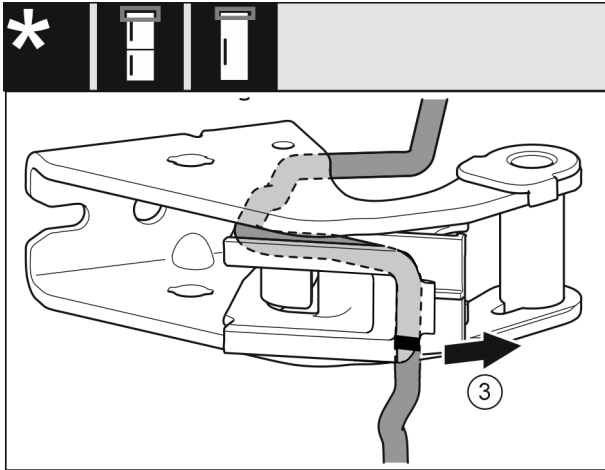

Fig. 27
- Kabel mit der Kabelhalterung vom Lagerbock demonstrieren. Fig. 27 (3)